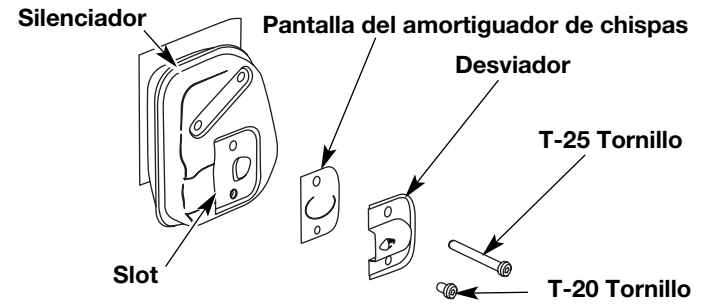

Fig. 40
2. Con un destornillador plano de la lámina o un pedacito torx T-20 y un pedacito T-25, quite los tornillos que unen el desviador de los pararrayos de la chispa al silenciador (Fig. 40).